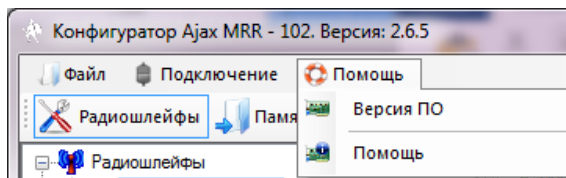

РИС. 11. Меню «Помощь»
5.3. Меню «Помощь» (РИС. 11) позволяет: